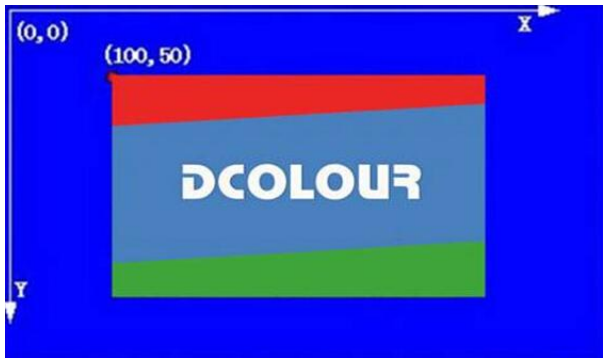

图 3.1 区域图片显示
(1) 若用户需要在如图 3.1 所示的坐标(100,50)处显示 ID 为 2 的图片，则主机发送的串口指令如下：